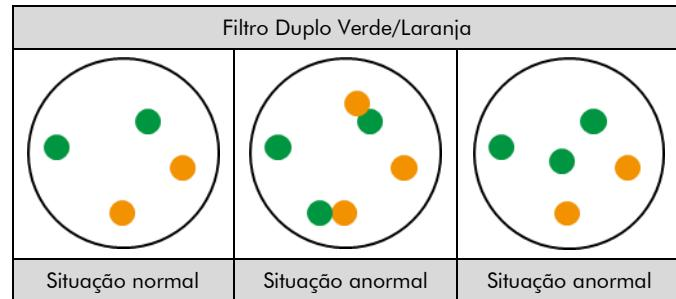

Fig. 2: Resultados esperados em núcleos normais e anormais
**Situação normal:** Em interfases de células normais ou em células sem translocação envolvendo as respetivas regiões dos genes, são visíveis dois sinais verde/laranja (ver Fig. 2).
**Situação anormal:** A fusão dos genes é indicada por um sinal laranja separado, um sinal verde separado e dois sinais de fusão laranja/verde. Três sinais verdes e dois laranja são o resultado de uma translocação que afeta a região do gene MECOM (ver Fig. 2).